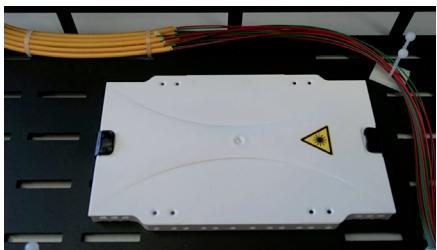

Imagen 13 / figure 13
Deberá guiarse por la indicación anterior (1), con la única diferencia de que cuando acceda con diferentes mangueras de fibra, deberá sujetar todas de forma conjunta al cuerpo de la bandeja (imagen 13).
Repeat the prior instructions making sure that the different fiber cables are tied together, to the body of the tray (figure 13).